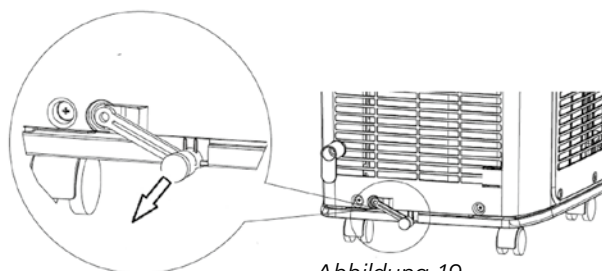

Abbildung 19
- 1 Entfernen Sie die Gummikappe (siehe Abbildung 19).